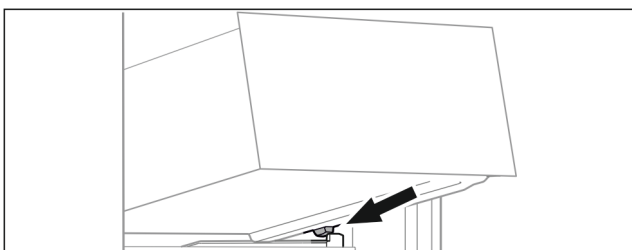

Fig. 97
- ▶ Наклоняя вниз, установите выдвижной ящик за стопоры на контейнерное ребро. (см. Fig. 97)